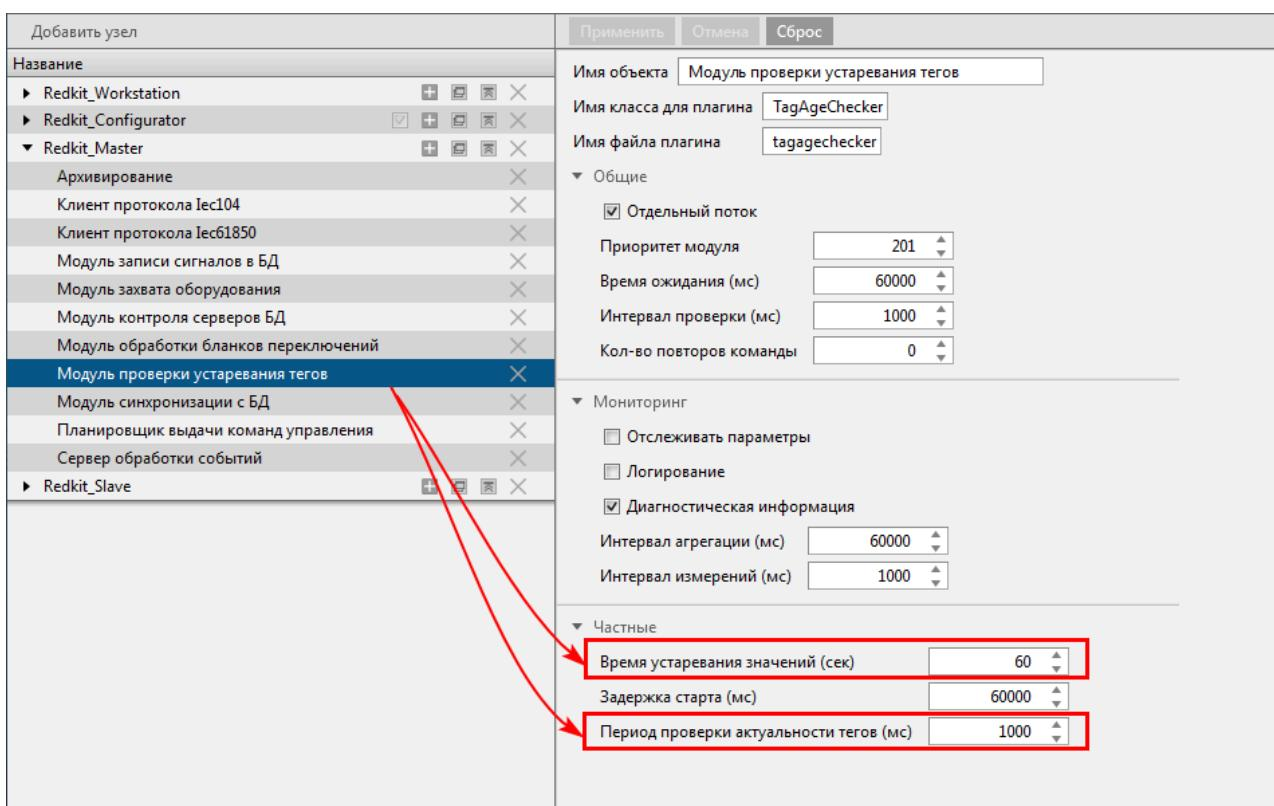

Рисунок 51 - Настройки модуля проверки устаревания тегов
2. В настройках модуля **Модуль проверки устаревания тегов** измените **Период проверки актуальности тегов (мс)** и **Время устаревания значений (с)** на необходимые (Рисунок 51).